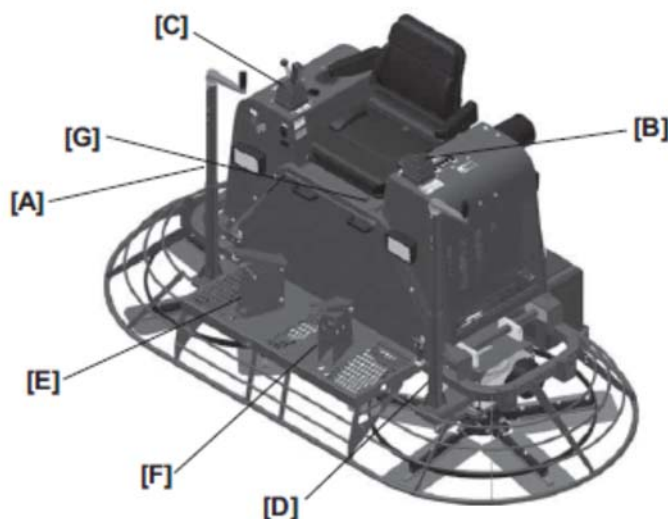

РИСУНОК 2.3.1: РАСПОЛОЖЕНИЕ ОРГАНОВ УПРАВЛЕНИЯ
2) Когда оператор находится на сиденье, покажите оператору функции джойстиков [В] и [С] и объясните, как запускать машину. См. Рисунок 2.3.1.